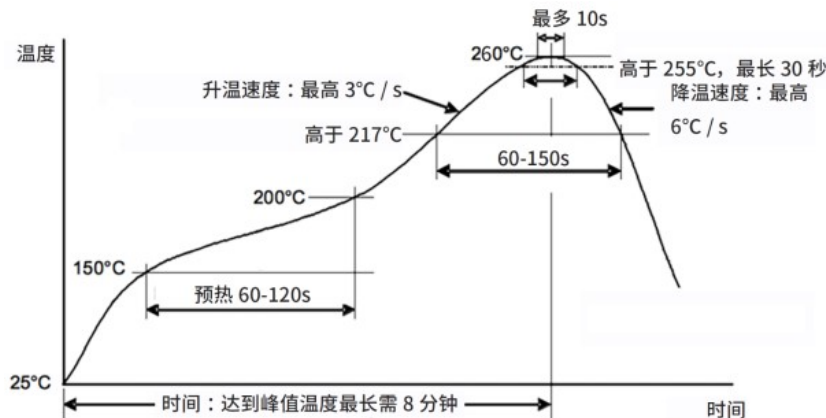

图 11. 回流炉温度设置条件
(1) 手焊接
(2) 回流焊接 (SMD 端子型)
- 推荐的回流炉温度设置条件如图 11。